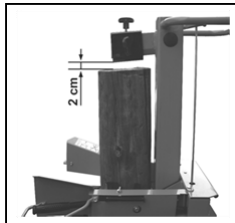

Fig.10
- Faire descendre le coin aiguïté à 2 cm de la buche comme sur la photo fig.10 et relâcher un des leviers de commande hydraulique pour arrêter la descente, et éteindre le moteur électrique : le vérin hydraulique restera dans cette position.